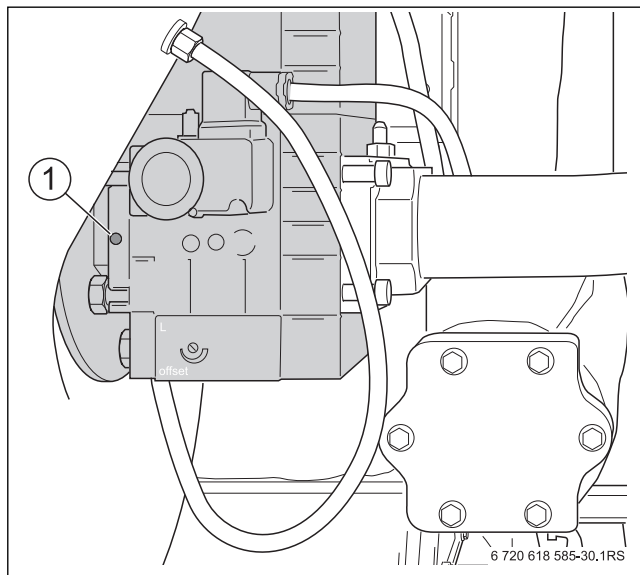

Bild 35 CO₂ Einstellung bei Volllast prüfen
- ▶ Bei CO₂-Werten unter 8,5 % oder über 9,6 % die Einstellung an der Großlast-Einstellschraube auf 9,1 % korrigieren (→ Bild 35).